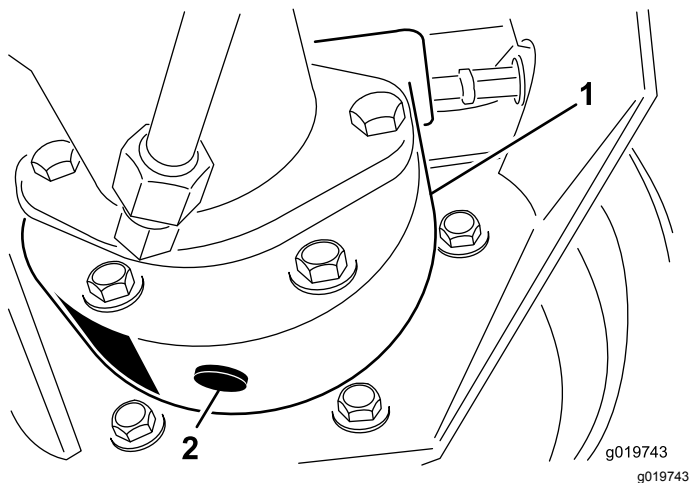

Figura 40
3. Coloque o recipiente de escoamento por baixo da caixa do travão, retire o tampão e deixe o óleo escorrer para o recipiente (Figura 40).